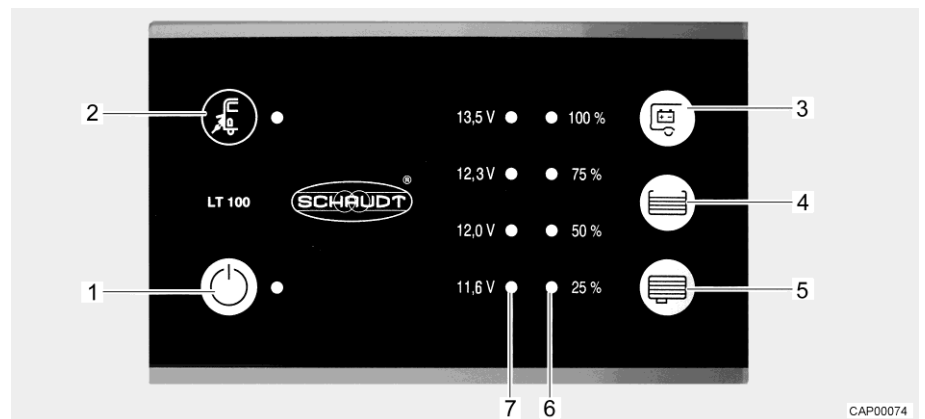

Bild 71 Panel (LT 100)
Netzanschluss Die gelbe LED beim Symbol Netzanschluss " (Bild 71,2) leuchtet, wenn das Fahrzeug an eine externe Netzversorgung angeschlossen ist. Die LED leuchtet dann auch bei ausgeschaltetem Panel.
Der 12-V-Hauptschalter (Bild 71,1) schaltet das Panel und die 12-V-Versorgung des Wohnraums ein und aus.
Einschalten: ■ Schalter " (Bild 71,1) drücken: Die 12-V-Versorgung des Wohnraums ist eingeschaltet. Die LED leuchtet grün.
Ausschalten: ■ Schalter " (Bild 71,1) erneut drücken: Die 12-V-Versorgung des Wohnraums ist ausgeschaltet. Die LED erlischt.
Die LED-Skala (Bild 71,7) zeigt die Batteriespannung der Wohnraumbatterie wie folgt an:
Batteriespannung anzeigen: ■ Taste " (Bild 71,3) drücken: Die Batteriespannung der Wohnraumbatterie wird angezeigt.
Die LED-Skala (Bild 71,6) zeigt den Füllstand des Frischwassertanks oder des Abwassertanks an.
- Füllstand anzeigen:** Taste "☰" (Bild 71,4) drücken: Der Füllstand des Frischwassertanks wird durch leuchtende LEDs angezeigt.
- Taste "☷" (Bild 71,5) drücken: Der Füllstand des Abwassertanks wird durch leuchtende LEDs angezeigt.